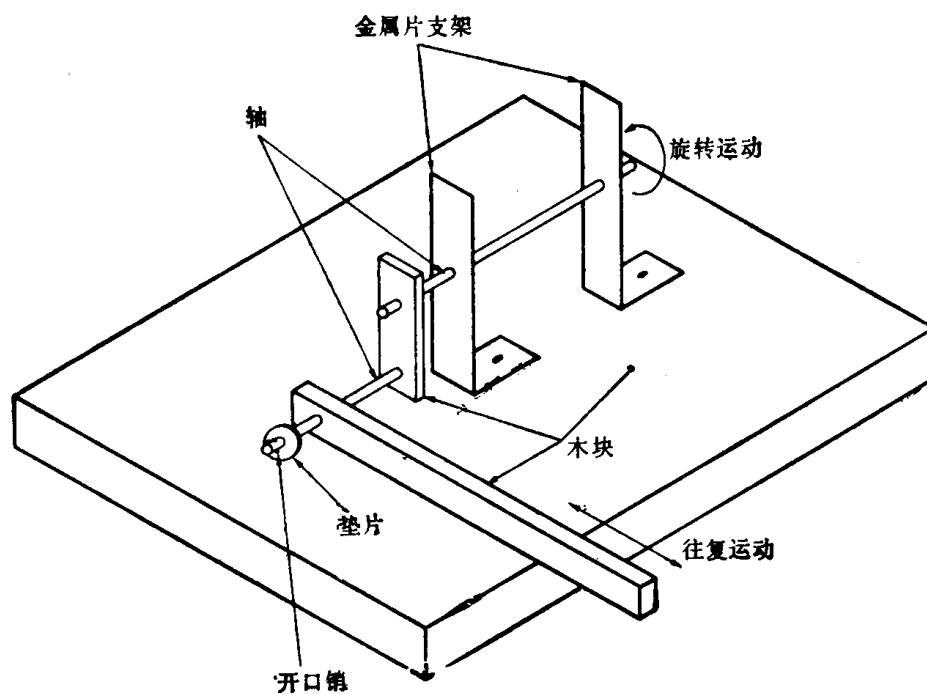

图 1.10
5. 做一个模型如图1-10所示，以说明往复运动转变成旋转运动。